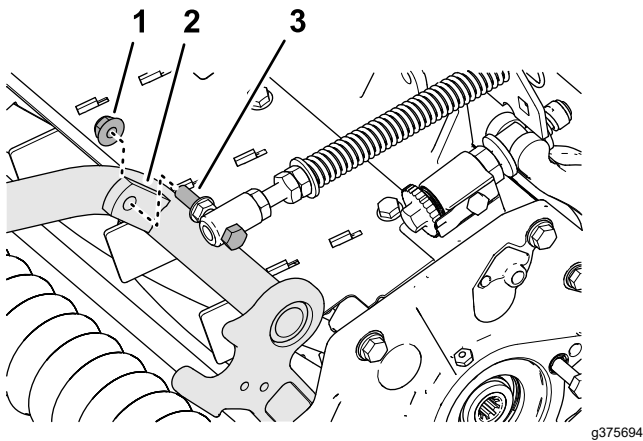

Bild 10
4. Montieren Sie die Kopfschraube der Rasenkompensierungsfeder an der rechten Lasche des Trägerrahmens (Bild 10) mit der Sicherungsbundmutter ($\frac{3}{8}$ ").